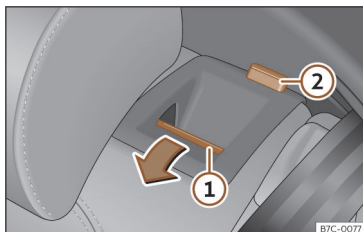

**Fig. 97** Banco traseiro: rebater o encosto.
- Pressione o botão de desbloqueio >>> **Fig. 97** ① para a frente e, ao mesmo tempo, rebata o encosto. O encosto traseiro está desbloqueado quando se vê uma marca vermelha no botão ②.